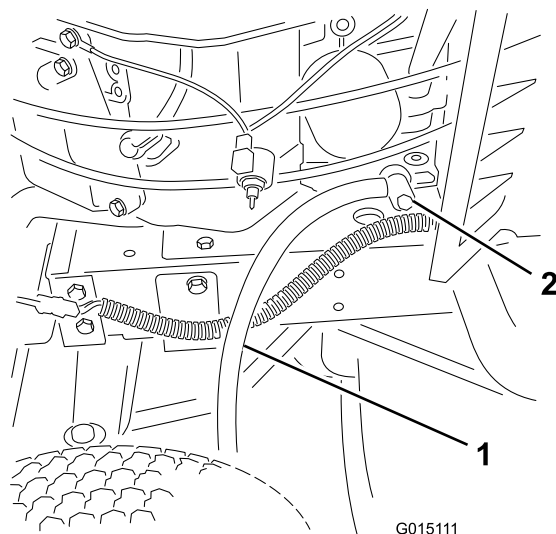

Figure 18
- Placez un bac de vidange sous le bouchon de vidange d'huile, insérez le tube de vidange sur le bouchon de vidange et ouvrez celui-ci en tournant l'écrou d'extrémité dans le sens antihoraire (Figure 18).